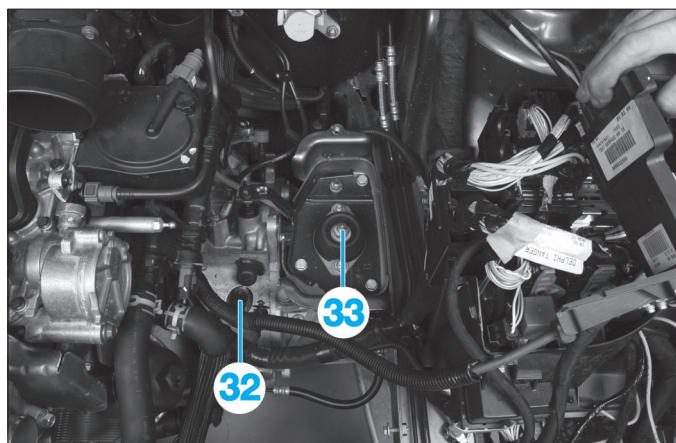
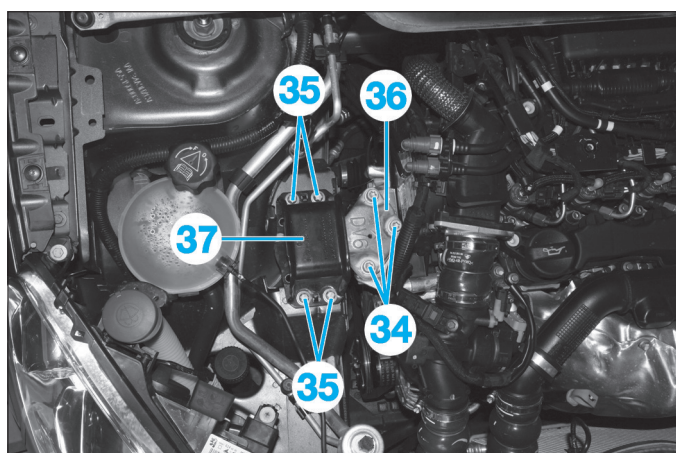

Fig. 99
Fig. 100
- Débrancher le contacteur de feux de recul (32) (Fig.99).
- l'écrou (33),
- les écrous (34) et (35) (Fig.100),
- l'ensemble support moteur (36) et (37).